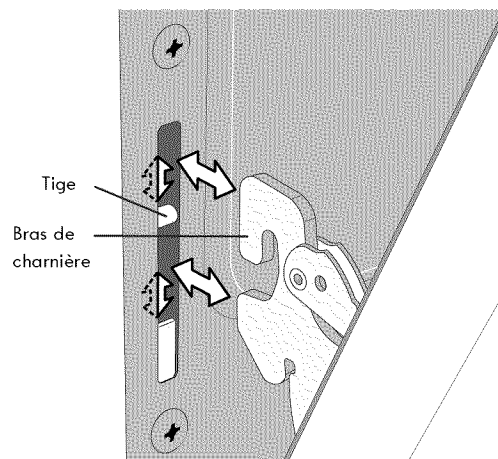

Fig. 4
5. Lorsque la porte est à la position d'arrêt pour gril, soulevez les bras des charnières sur les tiges situées de chaque côté du cadre du four (fig. 4).
2. En tenant la porte dans le même angle que pour le retrait, posez le crochet du bras de charnière sur les tiges situées de chaque côté du cadre de la porte (fig. 4). Le crochet des bras de charnière doit être bien assis sur les tiges.